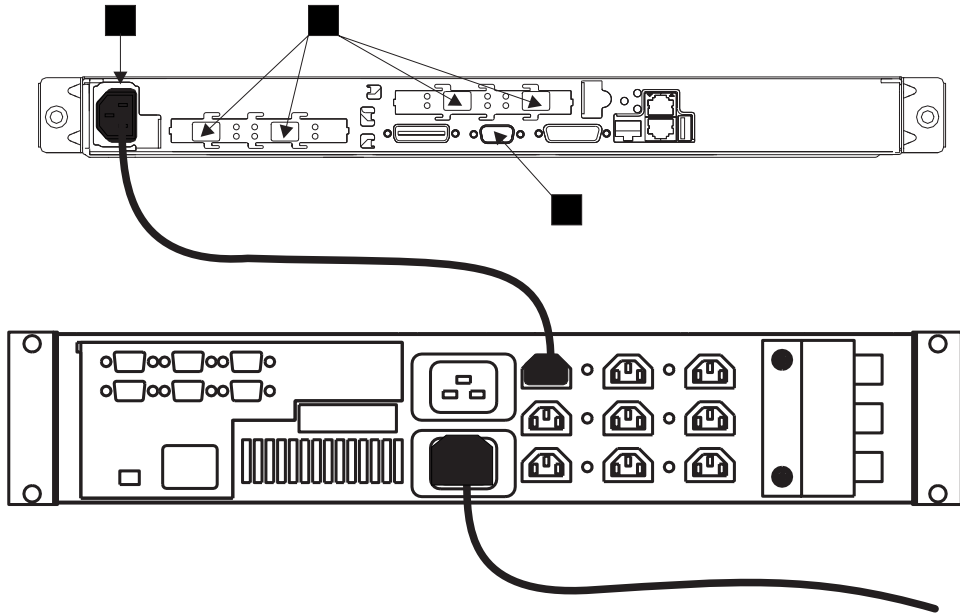

图 1. 电源线和信号插座
本主题讲述如何检查 SAN Volume Controller 的接地。第 xvi 页的图 1 显示了 SAN Volume Controller 和不间断电源的接口。
2. 确保电源线 **1** 插入不间断电源。同时确保电源线的另一端连接到机架中的电源。请参阅第 xvi 页的图 1。